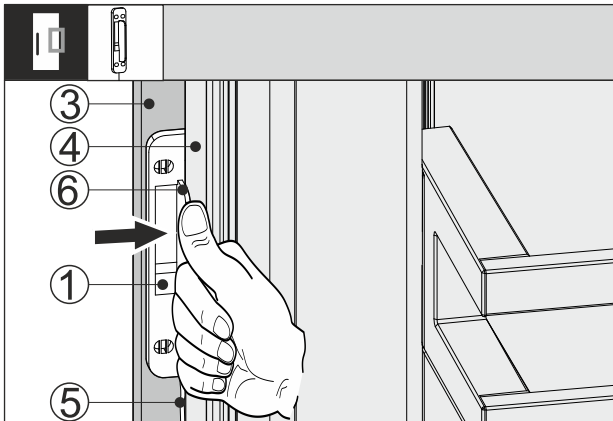

Fig. 67
- Klopfsensor Fig. 67 (1) zwischen Möbelfront Fig. 67 (3) und Gerätetür Fig. 67 (4) schieben, so dass das Kabel Fig. 67 (5) leicht gespannt ist. Der Anschlag Fig. 67 (6) des Klopfensors liegt an der Gerätetür Fig. 67 (4) an.
- Klopfsensor Fig. 67 (1) an der Möbelfront Fig. 67 (3) anpressen.
- Klopfsensor Fig. 67 (1) ist angeklebt. Das Ankleben des Klopfensors optimiert die Übertragung des Klopfsignals.
Dauerhafte Fixierung des Klopfensors Fig. 67 (1) erhöht die Lebensdauer.
- Klopfsensor Fig. 67 (1) mit den mitgelieferten Schrauben an der Möbelfront Fig. 67 (3) anschrauben.